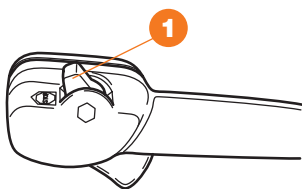

Рис. 10
- Установите выключатель зажигания двигателя ❶ на ручке управления в положение запуска «START» (Рис. 10).
- При запуске холодного двигателя прокачайте 4-5 раз ручным топливным насосом (прайммером) топливо в карбюратор до его заполнения и переведите рычаг воздушной заслонки ❷ в положение «ЗАКРЫТО» верхнее положение (Рис 11).
- Переведите выключатель зажигания **1** в положение «STOP» (Рис. 10).